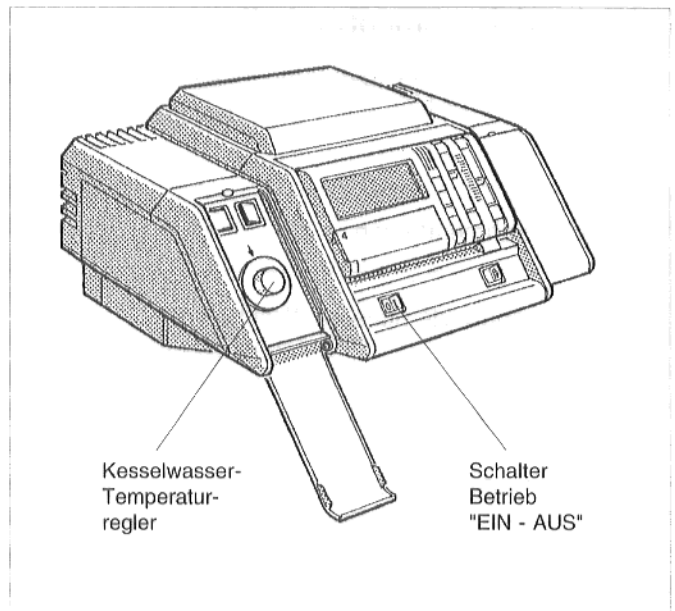

Abb. 16: Regelsystem 4000
- Schalter Betrieb (Abb. 16 bzw. 17) in Stellung I (EIN) stellen.
- Kesselwasser-Temperaturregler (Abb. 16 bzw. 17) auf "AUT" stellen.